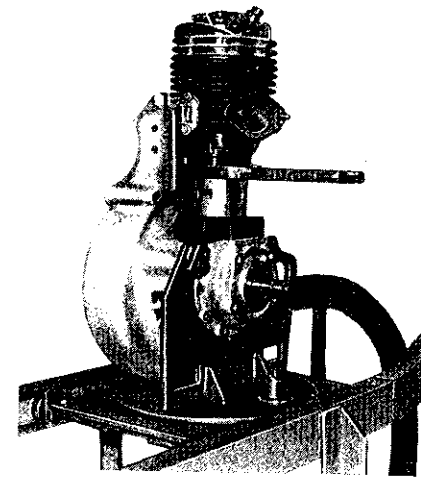

Bild 39. Zylinder aufsetzen
12. Zylinderlaufbahn einölen und Zylinder aufsetzen (Bild 39).